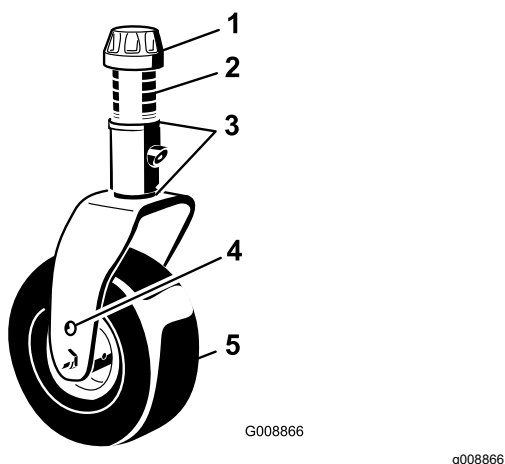

Figure 88
1. Enlevez le chapeau de tension de l'axe de pivot et sortez l'axe du bras de la roue pivotante (Figure 88).